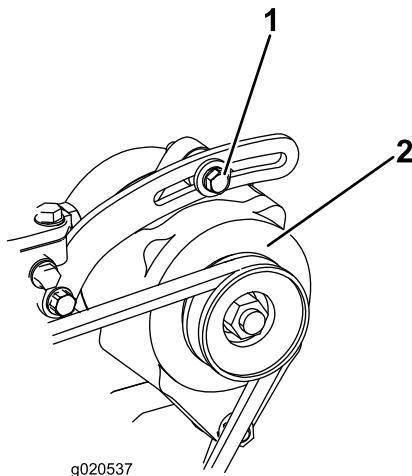

Figura 74
2. Si la desviación no es de 10 mm ($\frac{3}{8}$ "), afloje los pernos de montaje del alternador (Figura 74).